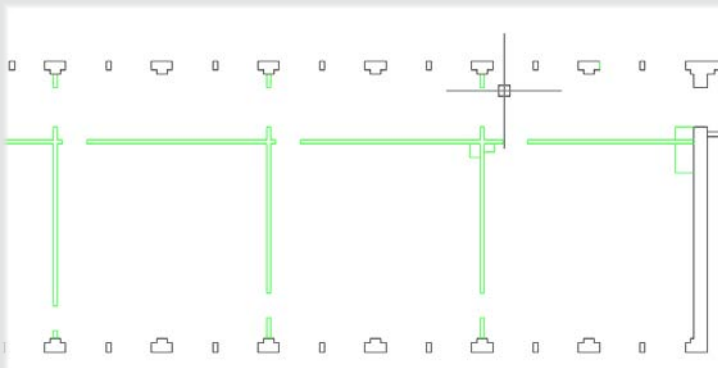

Figure 11
5. Nous pouvons faire des combinaisons de calques, comme ici avec le calque « gros œuvre » et le calque « cloison » actif (voir Figure 11). Le potentiel du jeu de combinaison de calques est énorme. Il est particulièrement utile sur de grands projets complexes nécessitant rigueur et méthode, comme ce sera le cas avec le projet hospitalier (voir section « Projet d'application » du Chapitre 6).